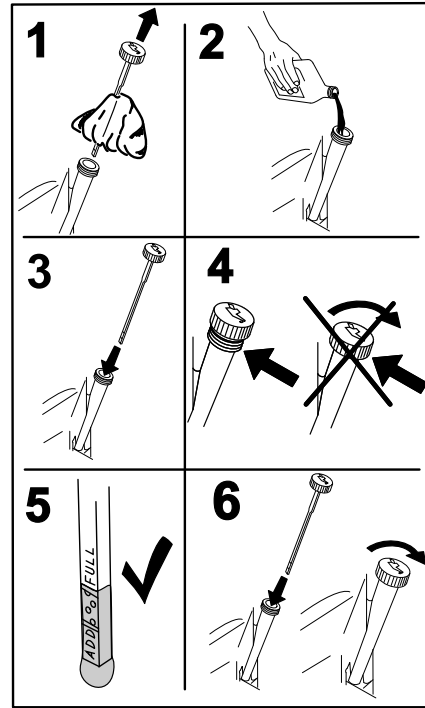

Figure 50
5. Versez lentement environ 80 % de l'huile spécifiée dans le tube de remplissage puis faites l'appoint lentement jusqu'à ce que le niveau atteigne le repère du plein (**Full**) (Figure 50).